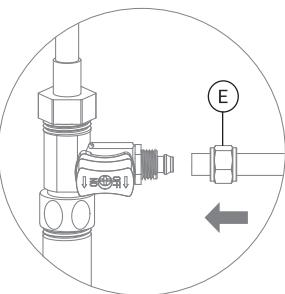
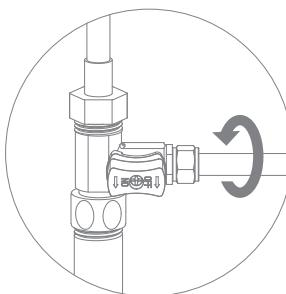

Рис. 6
Рис. 7
2. В гайку (Е) проденьте зеленую трубку (рис. 6). Конец трубы наденьте на штуцер адаптера-ventingля до упора и плотно накрутите гайку (рис. 7).